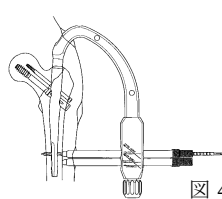

図 4
- 骨折形態によって必要に応じ、大腿骨骨幹部外側よりドリルにて穴あけを行い、ディスタルスクリューを挿入します。(図 4)